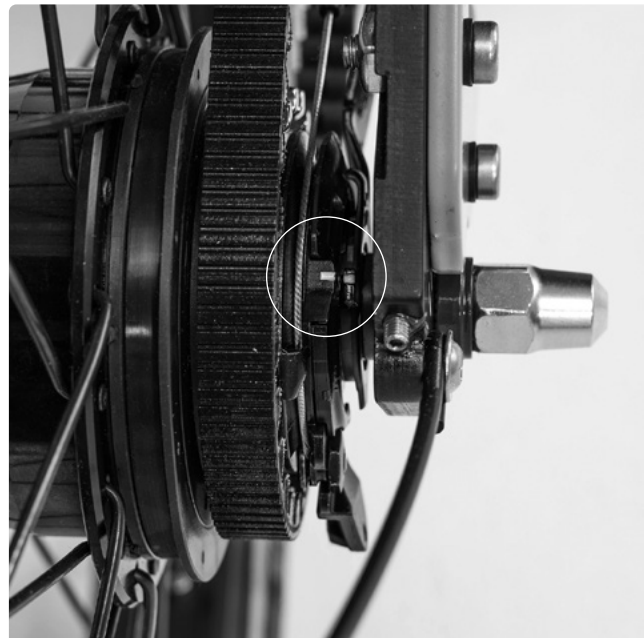

FIG. 44
- 3 Arrêtez de tourner la vis dès que les deux repères se trouvent exactement à la même hauteur (Fig. 44).